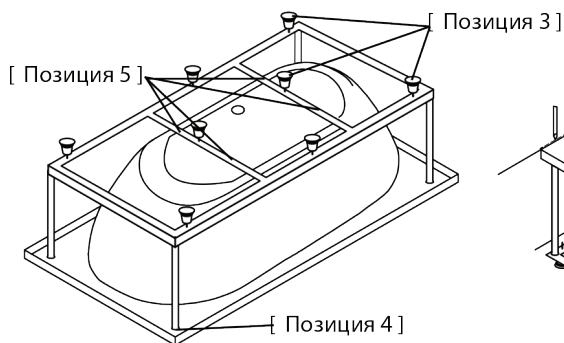

Рис. 4
5. Прикрепить саморезами 3x35 (рис. 4) каркас к дну ванны (позиция 5).
6. Проверить вертикальность установки стоек и прикрепить их саморезами 3,5x16 к закладным под бортиком ванны (рис.4, позиция 4).